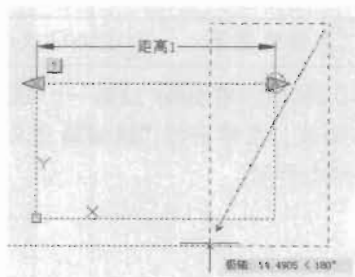

图 8-45
(6) 指定参数点后，命令行提示“指定拉伸框架的第一个角点或 [圈交(CP)]:”，因为拉伸对象，需要框选需要拉伸的部位，这里从左上角向下拖曳出一个矩形框，如图 8-45 所示。